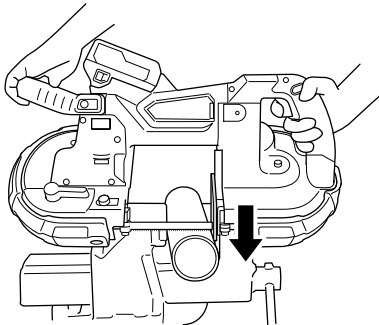

Fig. 21
- (5) Oprima el interruptor y corte (Fig. 21)